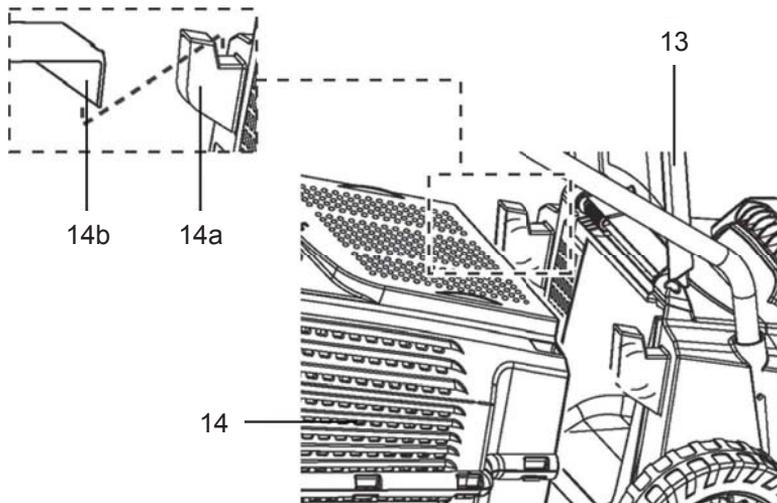

Fig. 6
2. Soulevez le déflecteur (13) et tenez-le dans cette position.
3. Alignez les supports (14b) avec les crochets (14a) et accrochez le bac de ramassage (14) à la tondeuse (fig. 6).